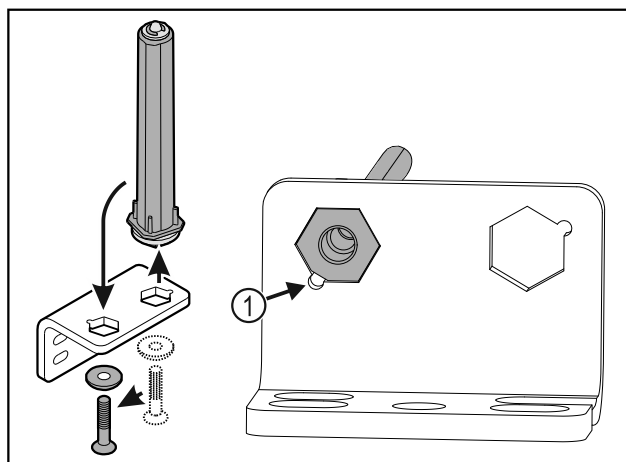

Fig. 28
- ▶ Ügyeljen arra, hogy felhelyezéskor a csapszeg élettörése Fig. 28 (1) a kerek furat felé mutasson.